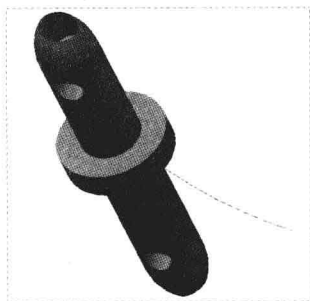

图 8-111 图形文件
Step 01 按【Ctrl+O】组合键，打开图形文件，如图 8-111 所示。